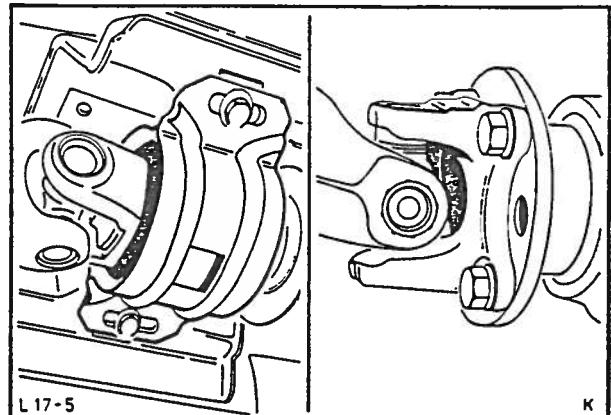

Fig. 18 Mellomakselen midtre opphangslager og bakakselflens.
12. Demonter mellomakselen fra bakakselens flens og midtre opphangslager fra gulvplaten, fig. 18. Trekk ut akselen komplett fra forlengelseshuset. Plasser en brukt mellomakseltapp eller et støvdeksel i forlengelseshuset for å forhindre oljetap.